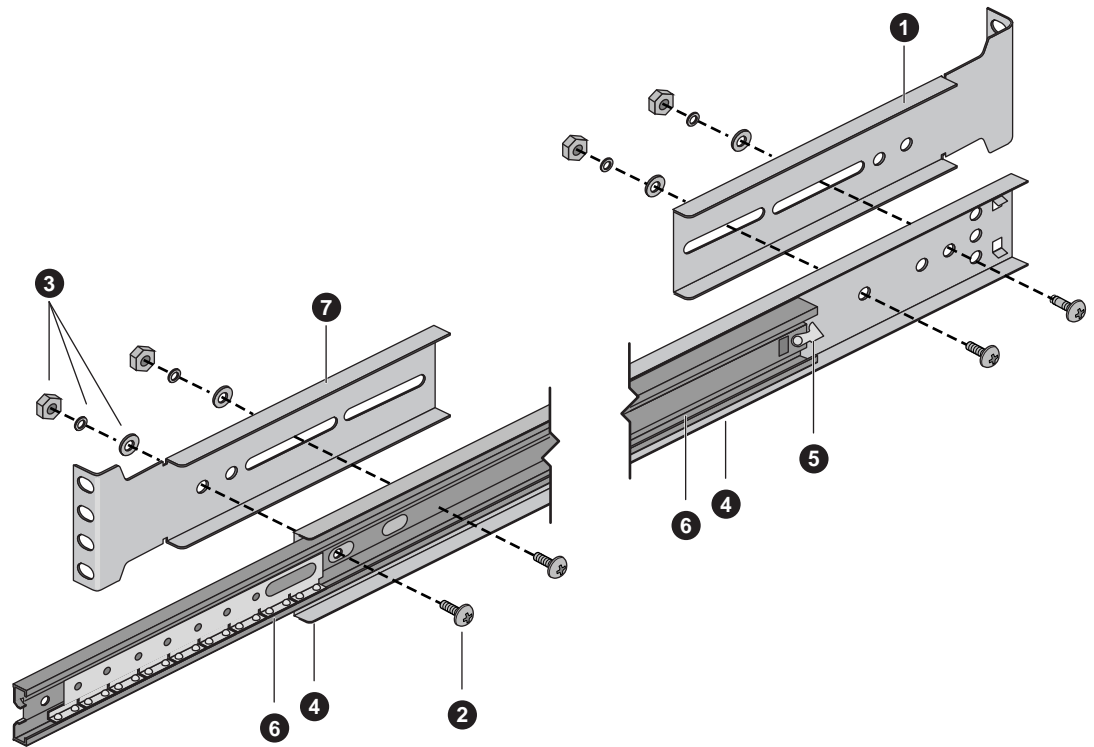

Figura B-3 Juego de la barra central y la barra exterior larga
Utilice los pasos siguientes y la Figura B-3 para fijar los juegos de barra central y barra exterior a los soportes en ángulo recto que se atornillan a los rieles del bastidor vertical.
3. Deslice el conjunto hacia la parte frontal del bastidor hasta que el final de la barra exterior esté al mismo nivel que el extremo de la sección con forma de U del soporte frontal. Véase la Figura B-3.
La Figura B-3 muestra el juego de barras y sus componentes específicos: